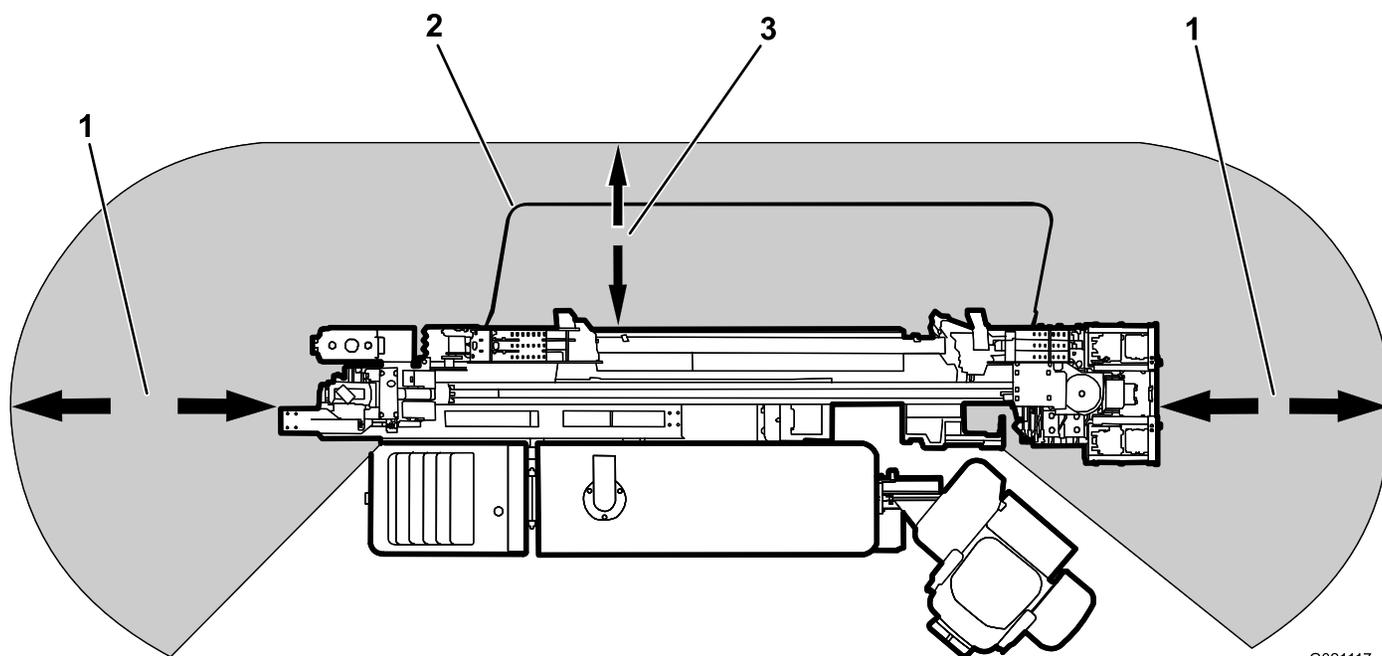

Figura 4
- Abaixar sempre a barra de segurança antes de proceder à perfuração (Figura 4).